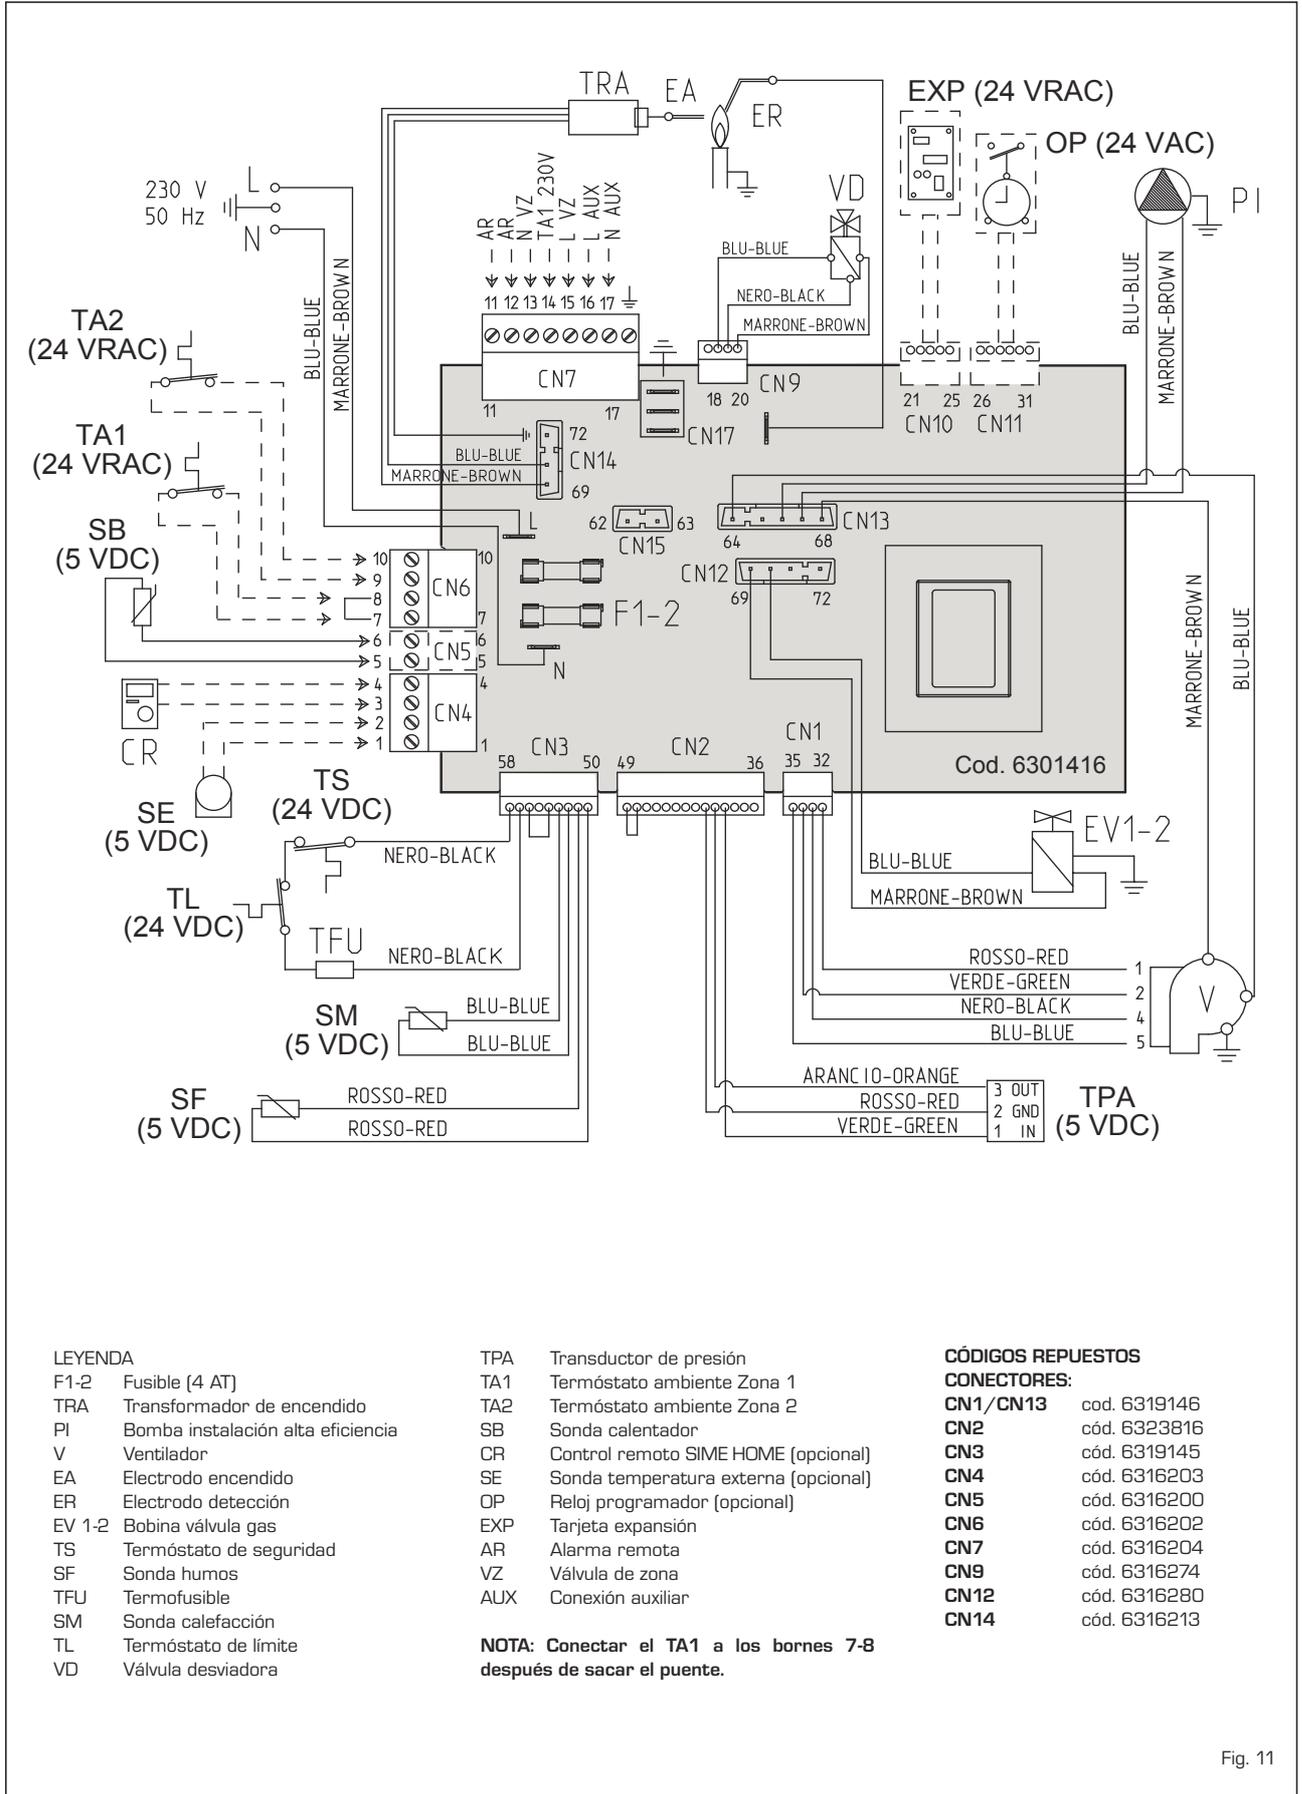

Fig. 11
2.10.1 Murelle HE 12 - 25 - 30 - 35 T ErP (fig. 11)
2.10.2 Murelle HE 25 - 30 - 35 ErP [fig. 11/a]